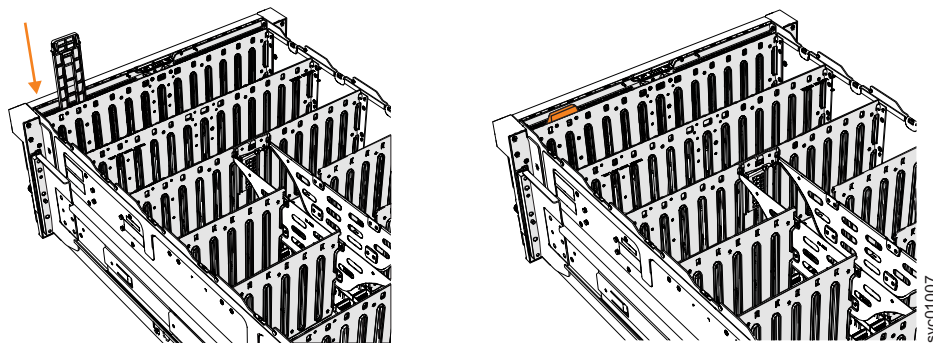

Figura 131. Instalación del conjunto de paneles de visualización
2. Alinee con cuidado el conjunto de paneles de visualización en la ranura en la parte frontal del alojamiento de expansión, como se muestra en Figura 131 en la página 140.